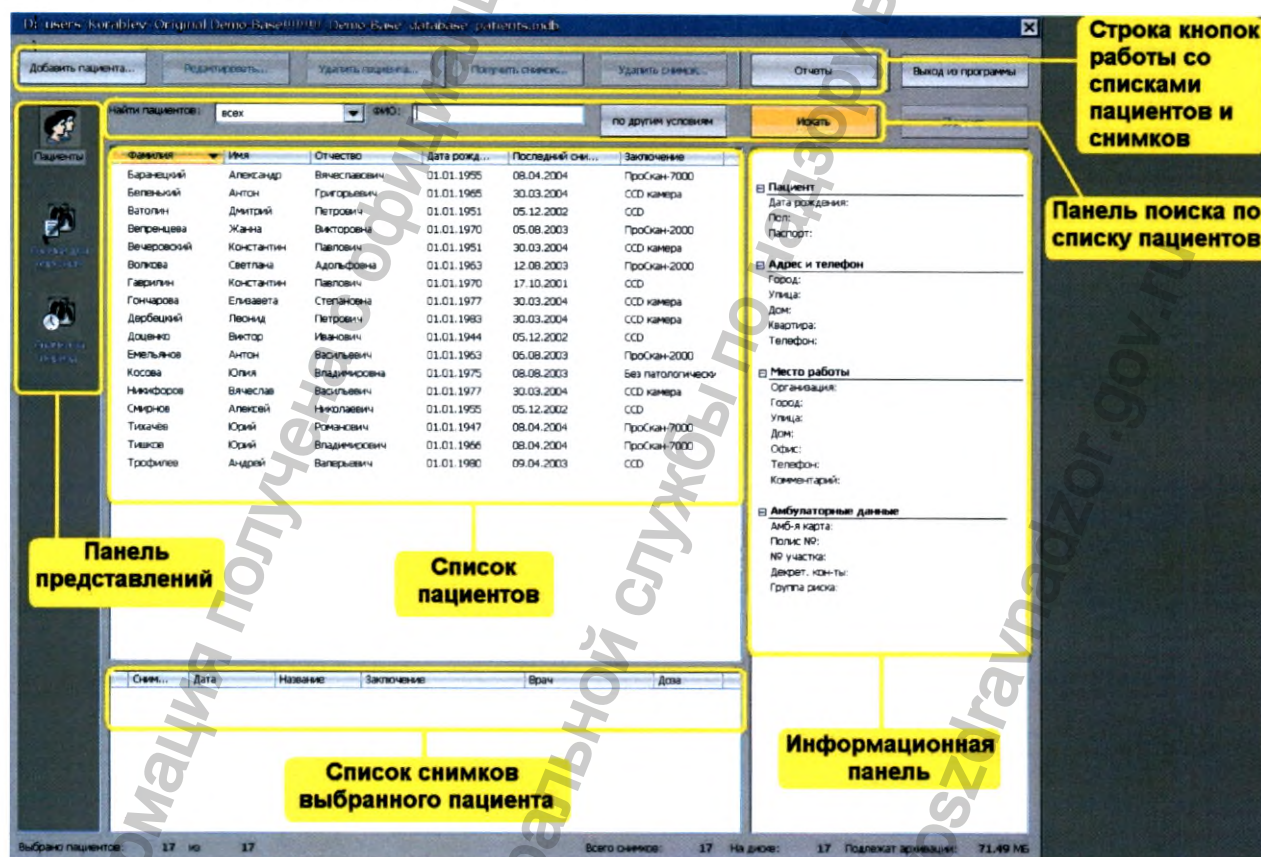

Рисунок 6 - Диалог работы с базой данных пациентов
6.7 На мониторе АРМ1 откроется диалог работы с базой данных пациентов (рис.6), где можно найти или добавить нового пациента.
Чтобы добавить в базу данных запись о новом пациенте, нажать на кнопку «Добавить пациента», расположенную в верхней части окна (рис.6).
Чтобы вернуться к полному списку пациентов, надо нажать кнопку «**Сбросить**» или «**Искать**», расположенные в правом верхнем углу окна работы с базой данных (рис.6).
При этом появится окно работы с базой данных (рис. 6).
6.10 Чтобы завершить работу с программой «ПроГраф», нужно нажать на кнопку «**Выход из программы**» в окне работы с базой данных (рис.6) или в меню главного окна «**Файл**» выбрать команду «**Выход**».